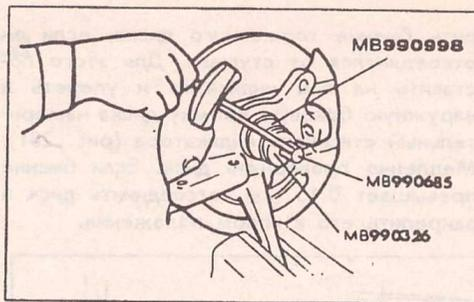

Рис. 198.
чом начальный момент затяжки ступицы колеса и записать полученное значение (рис. 198). Полученное значение является моментом трения сальника и ненагруженных подшипников.
- Опять затянуть гайку стяжного болта моментом 200–260 Нм. Как показано на рис. 198 измерить суммарный момент и записать его значение.
- Измерить момент проворачивания ступицы с помощью динамометрического ключа и записать полученное значение (рис. 198). Полученное значение является моментом трения сальника и ненагруженного подшипника.
- Опять затянуть гайку стяжного болта моментом 200–260 Нм и замерить суммарный момент проворачивания, как показано на рис. 198). Полученное значение записать.